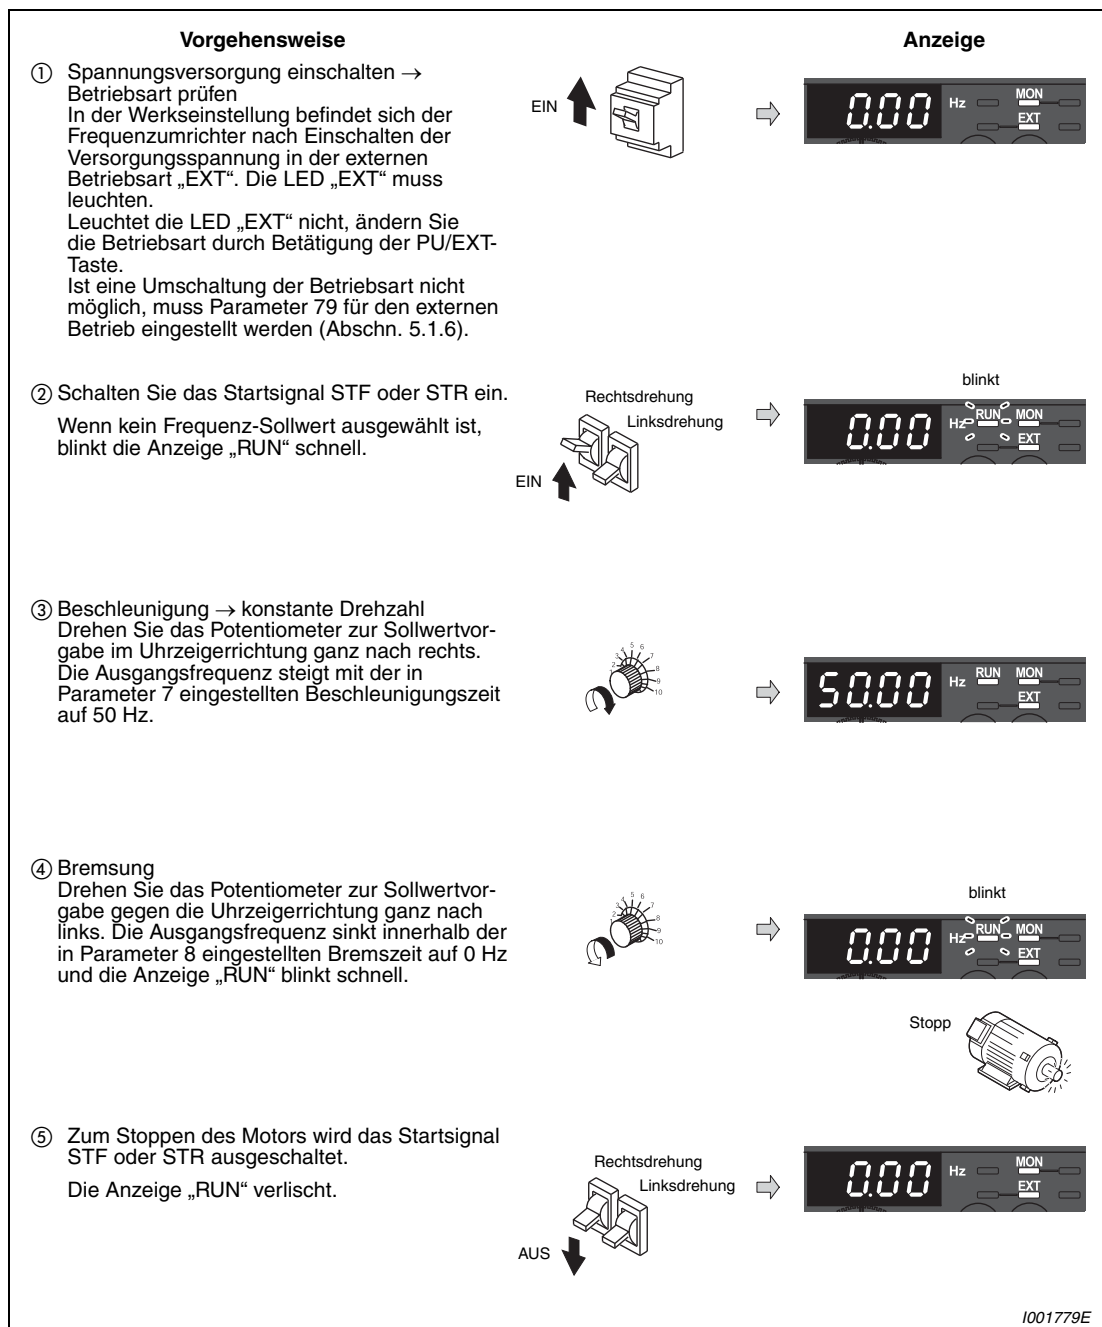

Abb. 5-26: Betrieb des Frequenzumrichters mit Sollwertvorgabe durch eine analoge Spannung
① Drehen Sie den Digital-Dial, bis „P.125“ (Parameter 125) erscheint.
② Betätigen Sie die Taste SET, um den aktuellen Wert anzuzeigen. Es erscheint die Werkseinstellung „50.00“ (50,00 Hz).
③ Drehen Sie den Digital-Dial, bis „40.00“ (40,00 Hz) erscheint.
④ Betätigen Sie die Taste SET, um den Wert zu speichern.
⑤ Betätigen Sie zweimal die Taste MODE zur Anzeige der Ausgangsfrequenz.
⑥ Zur Überprüfung der Einstellung schalten Sie das Startsignal STF oder STR ein und drehen das Potentiometer im Uhrzeigersinn bis zum Endanschlag (siehe Abb. 5-26, Schritte ② bis ⑤).